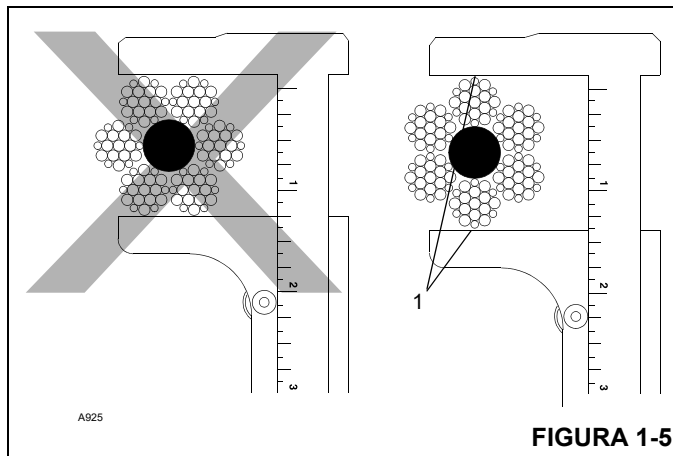

FIGURA 1-5
- Meça o diâmetro do cabo entre as coroas dos cordões ao determinar se o cabo está danificado. Consulte a Figura 1-5.